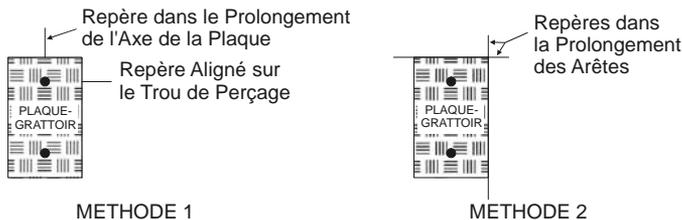

Figure 3-4
- ✓ Pour garantir un positionnement précis du densimètre, marquez la zone de mesure avant de retirer la tige de perçage (Figure 3-4).